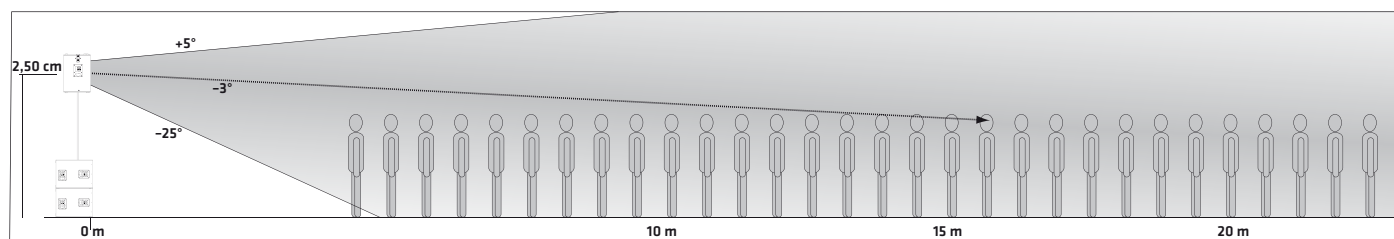
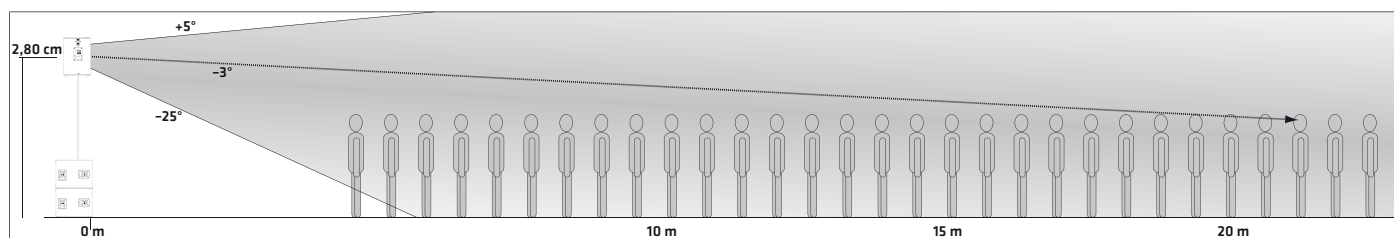

Fig. 3
Fig. 4
• Por tanto, la altura de la caja acústica define el rango. A modo de orientación: Si el centro de la caja acústica está a una altura comprendida entre 2.50 m (fig. 3) y 2.80 m (fig. 4), el eje central llega a los oídos de los oyentes después de 15.50 m - 21 m para una persona de 1.70 m de altura.